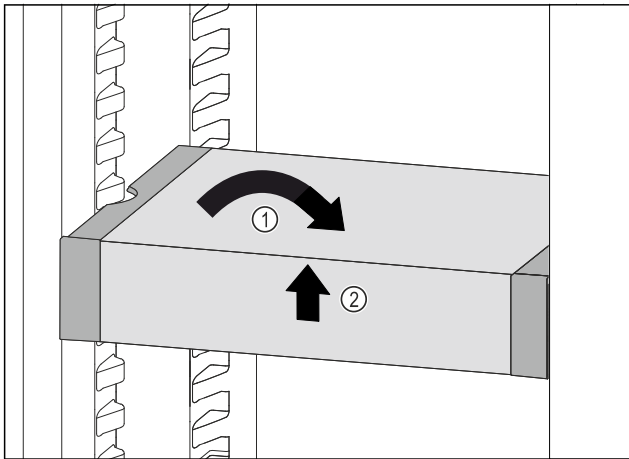

Fig. 201
- VarioSafe gerade stellen. Fig. 201 (1)
- VarioSafe vorne anheben. Fig. 201 (2)